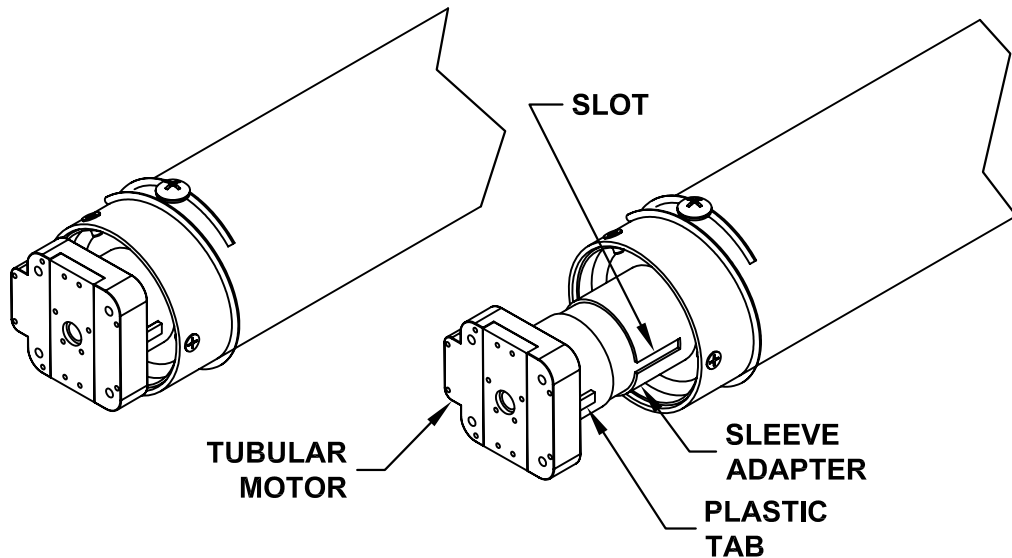

FIG 16
A) ASSEMBLE THE BRACKETS ONTO THE BARREL AS SHOWN IN FIGURE 16 & 17.